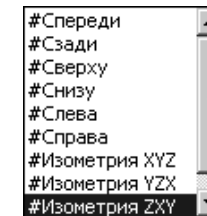

Рис. 3.107. Раскрывающийся список **Ориентация главного вида**
- раскрывающийся список **Ориентация главного вида** для выбора нужной ориентации главного вида (рис. 3.107);